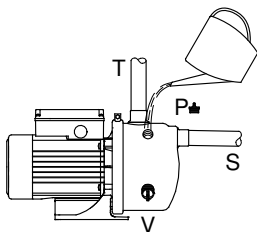

Fig. 5 Abastecimento da bomba com água
Retire o bujão (V), consulte a fig. 5, e encaixe a válvula do ejector no orifício.
1. Retire o bujão (P). Consulte a fig. 5.